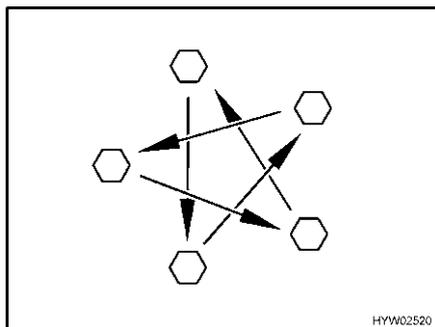

Fig. 304 Apertar as porcas e os parafusos das rodas em cruz
- Controle regularmente se as porcas e os parafusos das rodas estão bem apertados. Reaperte em cruz as porcas ou os parafusos de uma roda mudada após 50 km (Fig. 304). Binário, ver ponto 13.5.2.
- ▷ Aperte as porcas e os parafusos das rodas em cruz (Fig. 304).